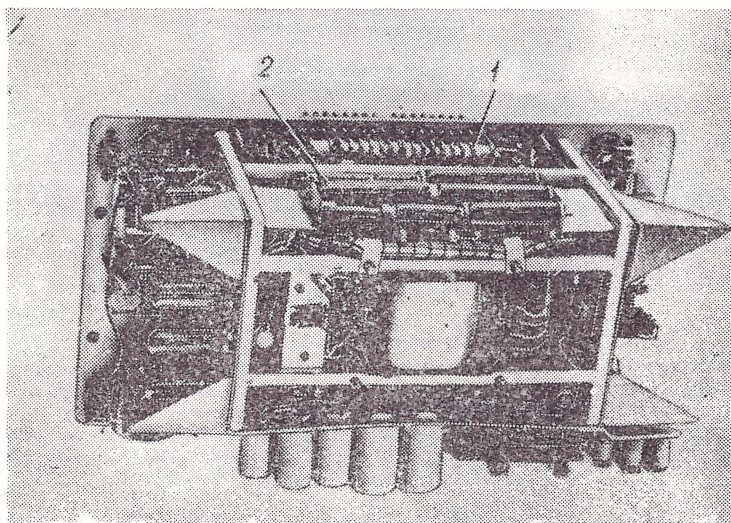

Рис. 4. Общий вид испытателя без корпуса:
4.10. С задней стороны каркаса находятся сопротивления нагрузки кенотронов (рис. 4).